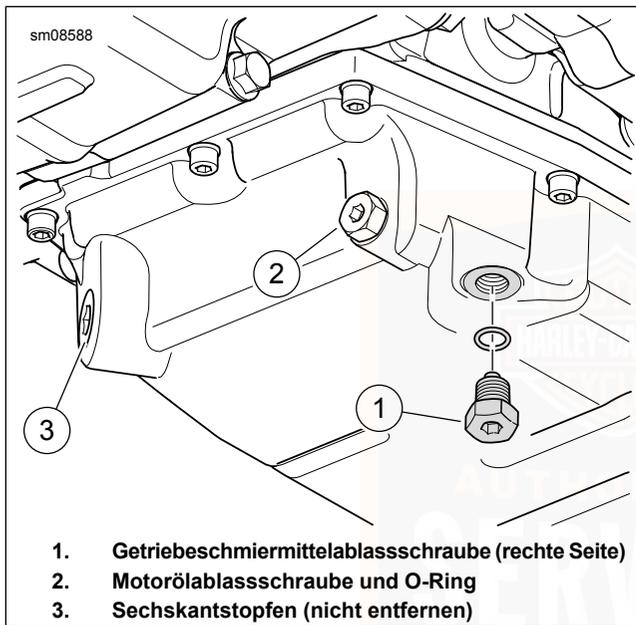

Abbildung 66. Getriebeschmiermittelablass
2. Siehe Abbildung 66. Die Getriebschmiermittel-Ablassschraube entfernen. Getriebe entleeren.